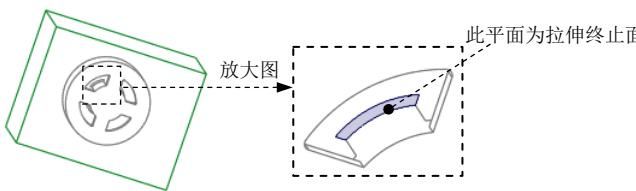

图 18.18 选取拉伸终止面
(5) 设置深度选项。
- ① 在操控板中选取深度类型 (到选定的)。
- ② 调整视图方位, 选择图 18.18 所示的平面为拉伸终止正面。